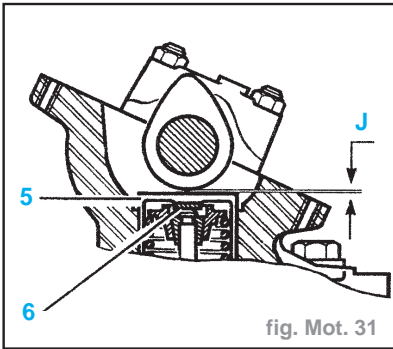

fig. Mot. 31
- Si les valeurs de jeux (**J**) relevées sont incorrectes (fig. Mot. 31), déposer :